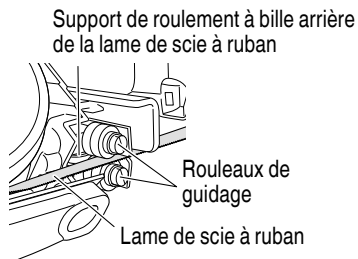

Fig. 25
3. Inspection des supports de roulement à bille arrière de la lame de scie à ruban (Fig. 25)